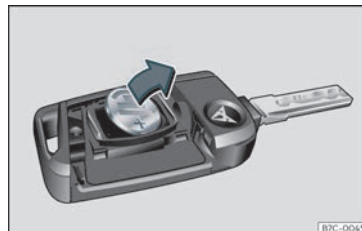

Fig. 69 Chave do vehículo: extracción da pila.
- Retire a pila do compartimento cun obxectivo fino axeitado >>> **fig. 69**.
- Coloque a pila nova tal como se amosa >>> **fig. 69** e prema nela dentro do compartimento da pila no sentido contrario á frecha >>> ②.